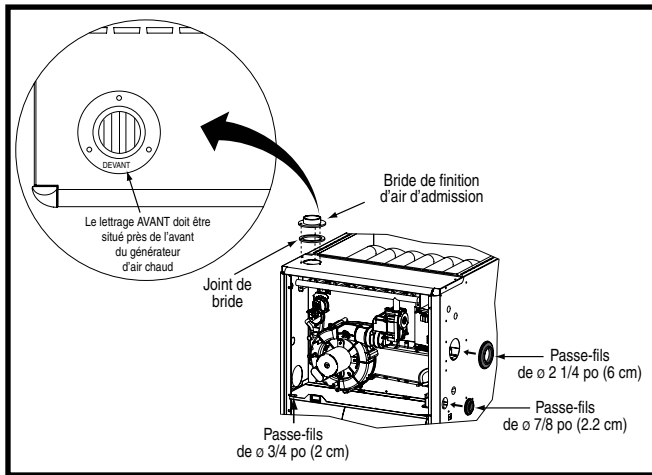
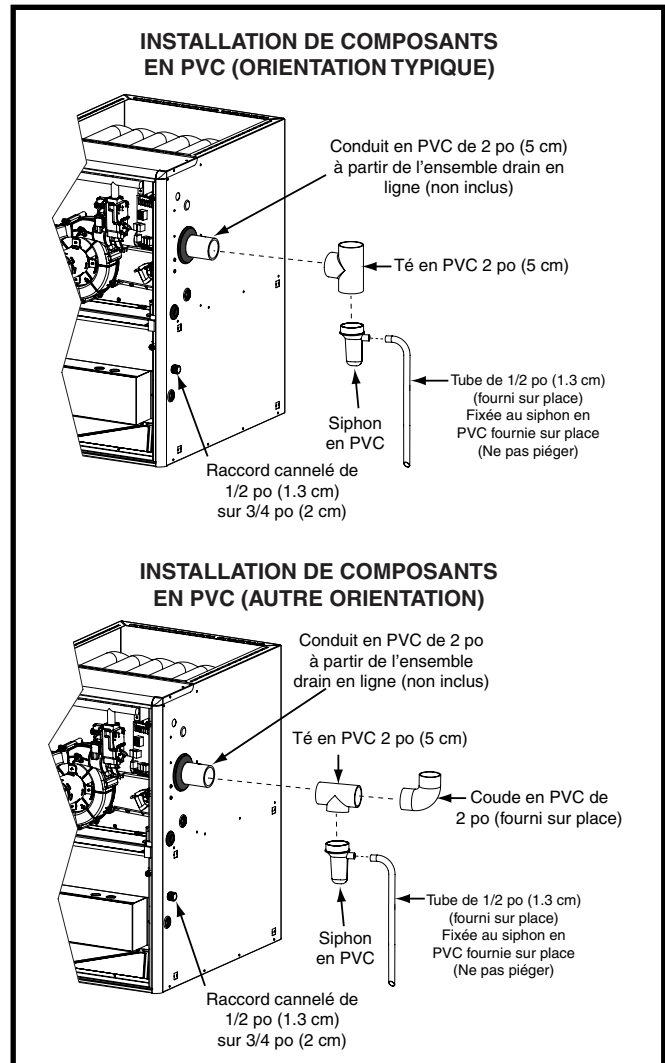

Figure 16. Bride de finition et passe-fils en caoutchouc
Figure 17. Composants en PVC
Les composants illustrés à la Figure 16 (page 18) et à la Figure 17 (page 18) sont inclus dans le sac de pièces supplémentaires fourni avec les générateurs d'air chaud *TE/*TN. Selon le type d'installation, certains de ces composants sont facultatifs et peuvent ne pas être utilisés. Veuillez vous reporter aux descriptions et aux figures d'accompagnement pour installer ces éléments.
2. Placer la bride de finition sur le dessus du joint d'étanchéité de bride. **REMARQUE**: S'assurer que la bride est bien orientée de façon à ce que le lettrage AVANT soit situé à proximité de l'avant du générateur d'air chaud, comme indiqué à la Figure 16.
Le passe-fils en caoutchouc de 2 1/4 po (5,7 cm) est utilisé pour assurer l'étanchéité de l'ouverture entre l'armoire du générateur d'air chaud et le conduit d'évent en PVC de 2 po (5 cm). Il faut installer le passe-fils en caoutchouc dans le trou de 3 po (7,6 cm) avant de sortir le conduit d'évent de l'armoire. Aucun produit d'étanchéité n'est requis. Consulter la Figure 16.
- Le conduit en PVC de 2 po (5 cm) illustré à la Figure 17 n'est pas fourni dans le sac de pièces supplémentaires.
Le té et le siphon en PVC de 2 po (5 cm) sont utilisés lorsque l'inducteur est orienté pour faire sortir l'évent du côté gauche ou du côté droit de l'armoire du générateur d'air chaud. Consulter la Figure 17.
1. Installer le té en PVC à la verticale sur le conduit d'évent de 2 po (5 cm) qui sort par le côté de l'armoire. Coller les deux éléments ensemble de façon permanente au moyen de l'apprêt et de la colle appropriés. Se reporter à l'orientation typique illustrée à la Figure 17.
1. Installer le té en PVC à l'horizontale sur le conduit d'évent de 2 po (5 cm) qui sort par le côté de l'armoire. Coller les deux éléments ensemble de façon permanente au moyen de l'apprêt et de la colle appropriés. Se reporter à l'autre orientation illustrée à la Figure 17.